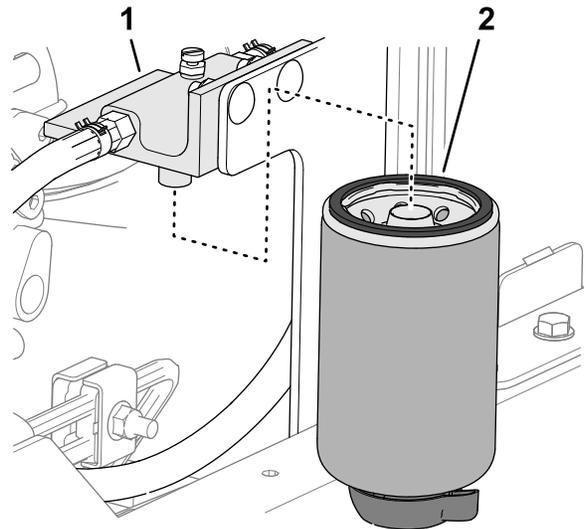

Figura 116
2. Limpie la cabeza del filtro y el cartucho del filtro (Figura 116).